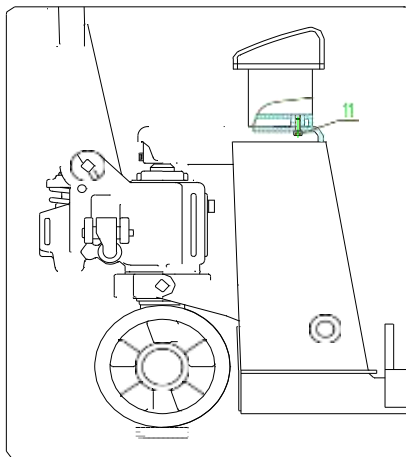

Рис. 6
- Установка блока должна быть выполнена, как указано на рис. 6. Совместите монтажные отверстия.
- Закрепите блок с помощью трех винтов (11). См. рис. 6.